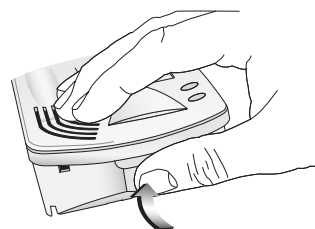

Fig. 1
- Aprire il citofono (Fig. 1), separare il coperchio dal fondo facendo forza nel lato inferiore del coperchio.